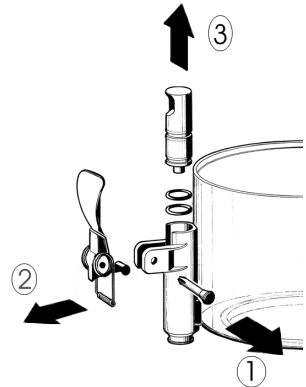

Bild 1
Reihenfolge zerlegen (siehe Abbildung 1).
- 3 - Den Hahn an den Behälter anbauen; dabei mit Bezug auf die Zerlegung in der umgekehrten Reihenfolge vorgehen (siehe Abbildung 1).